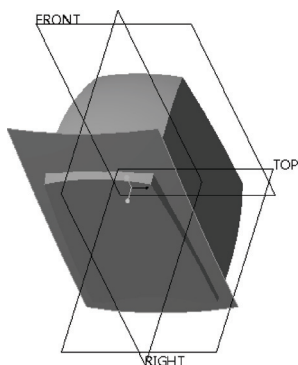

图 12-91 创建扫描曲面 3
7) 在“扫描”选项卡中单击  (完成) 按钮, 创建图 12-91 所示的扫描曲面 3。